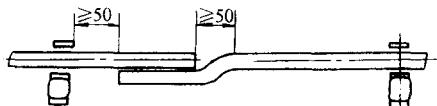

图 1-9
5) 平弯母排端头搭接处。每两片母排搭接时，其下面一片母排的搭接处要平弯一个弯头，使搭接后两片母排平直，如图 1-9 所示。但要注意上片母排端头与下片母排平弯开始处的距离不应小于 50mm。这只要做一个简单的铁制的上下压模，在压力机上或用千斤顶即可成批的加工。另外，对两终端中的一根母排不钻螺孔的一边，按图 1-8 中 6 所示，以钢夹板上翘的角度也弯同样的上翘角度。